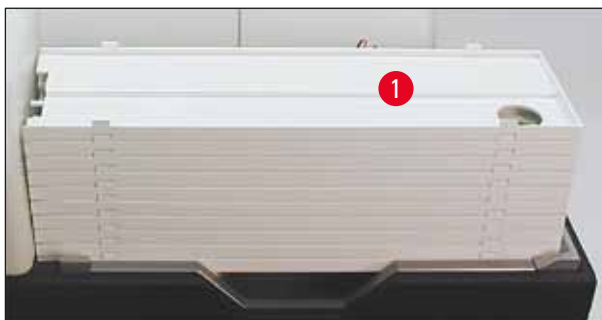

Abb. 42
1. Den Tablettstapel (→ "Abb. 42-1") auf den Hubtisch der Entnahmestation aufsetzen (→ "Abb. 42").